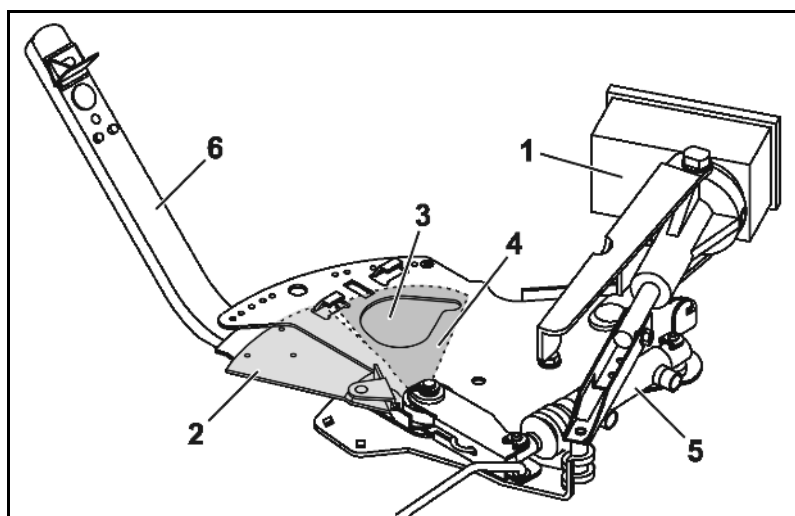

Рис. 22
- **электронным** образом с помощью терминал управления / бортовой компьютер. При этом активируемые серводвигателями (Рис. 22/1) заслонки дозатора (Рис. 22/2) обеспечивают различную ширину раскрытия пропускных отверстий (Рис. 22/3)
- **вручную** с помощью регулировочного рычага (Рис. 22/6) устанавливается различная ширина раскрытия пропускных отверстий (Рис. 22/3). Требуемое для этой цели конкретное положение заслонки определяется или по данным **таблицы норм внесения удобрений** или с помощью **логарифмического диска**.
Запорные заслонки (Рис. 22/4) служат для открывания и закрывания выпускных отверстий и в зависимости от оснастки, и их привод может осуществляться отдельно гидравлически (Рис. 22/5) с помощью